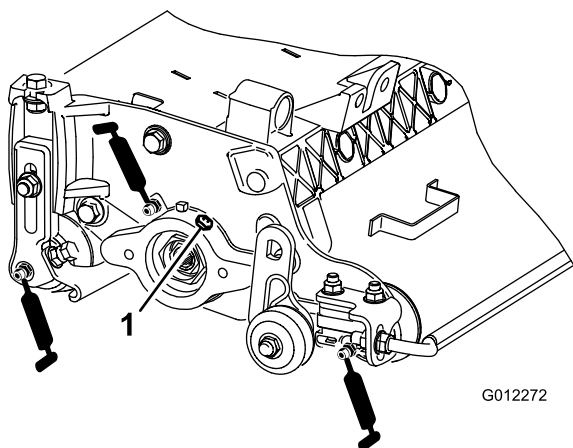

Figura 8
Ogni verticutter ha 6 raccordi di ingrassaggio (Figura 8) che vanno lubrificati ogni settimana con grasso a base di litio per usi generici n. 2.
2. Applicate il grasso fino a quando non vedete uscire grasso pulito dalle guarnizioni dei rulli e dalla valvola di sfogo dei cuscinetti (Figura 8).